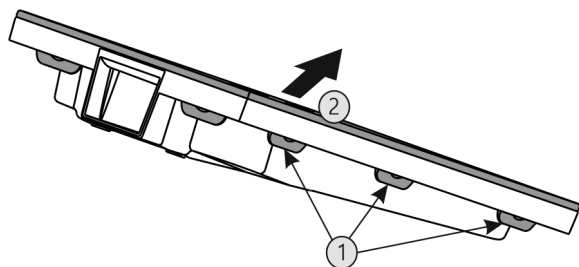

Fig. 65
- ▶ Appuyer sur toutes languettes Fig. 65 (1) l'une après l'autre et enlever le couvercle Fig. 65 (2).